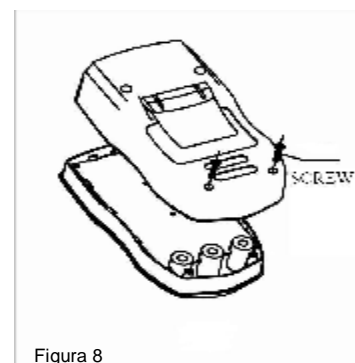

Figura 8
B. Sostituzione della batteria (figura 8)
C. Sostituzione dei fusibili (figura 8)